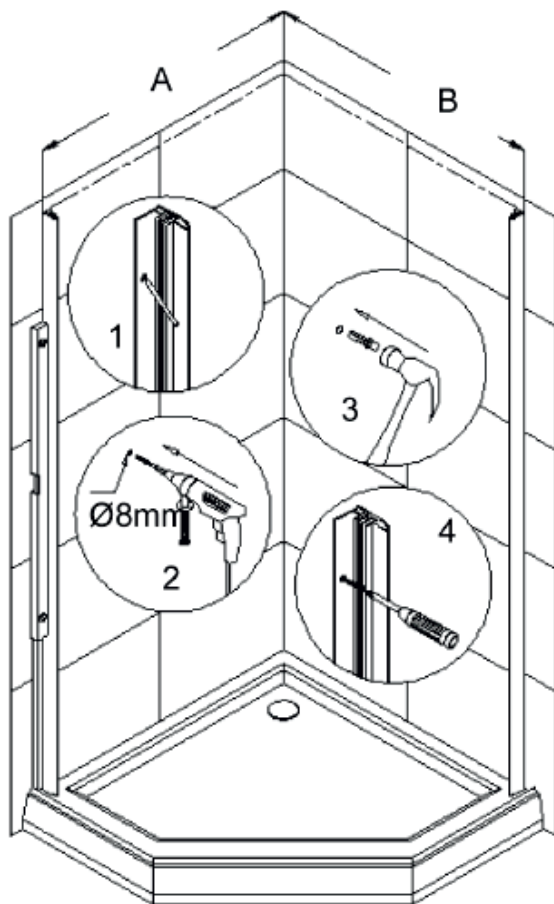

Рис. 3
3. Прислоните **Стенной профиль (01)** к стене на расстоянии (рис.3) от угла до наружной стенки профиля. Разберите **Стенной профиль** и отметьте отверстия на стене сквозь отверстия в **Стенном профиле (01)**. Уберите **Стенной профиль** в сторону, просверлите отверстия используя сверло диаметром  $\varnothing=8\text{мм}$  и вставьте **Дюбеля (08)**. Во избежание потенциальной течи, нанесите слой герметика вдоль отверстий на стене. Снова поместите **Стенной профиль** обратно на **Поддон (21)** и зафиксируйте **Стенной профиль** к стене **Шурупами с полукруглой головкой ST4.2x30 (11)**. Также установите другой **Стенной профиль**. (Рис. 3)